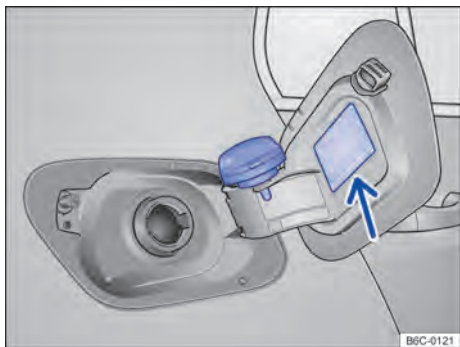

Fig. 129 Portinhola do tanque de combustível aberta com a tampa do tanque de combustível pendurada.
- Remover a tampa do tanque girando-a no sentido anti-horário e encaixá-la no suporte na portinhola do tanque → Fig. 129.